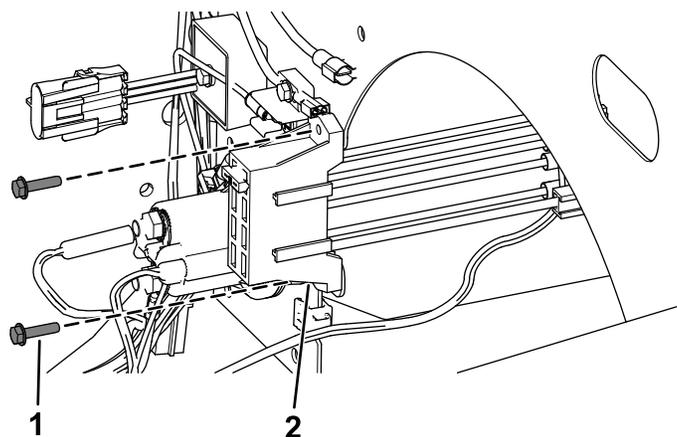

**Рисунок 20**
5. Подсоедините черную проволочную перемычку к проводу заземления в жгуте проводов комплекта преобразователя напряжения (Рисунок 20).
6. Подсоедините красный провод питания к проводу питания на жгуте проводов из комплекта преобразователя напряжения (Рисунок 20).